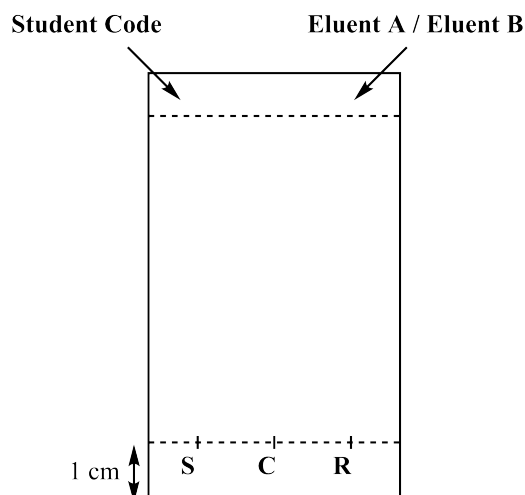

Figura 3. Preparação da placa de TLC
2. **Prepare as suas amostras.** Ser-lhe-á fornecido um porta-amostras, etiquetado com “TLC standard” (representado por S na placa, Figura 3), contendo 4-nitrobenzaldeído. Deve ter o seu produto inicial (porta amostras “C”) e o seu produto recristalizado (porta amostras “R”) **Adicione** 1 mL de etanol a cada um dos porta amostras e dissolva as amostras.
3. **Prepare a placa de TLC.** Use o lápis para **desenhar** com cuidado a linha do ponto de aplicação (1 cm acima do bordo da placa) e **marque** as posições para as três amostras, como mostra a figura 3. **Identifique-as como** S (reagente), C (Produto inicial) e R (Produto recristalizado). No topo esquerdo da placa **escreva** o seu **Código de Estudante**. No topo direito da placa, **indique** o eluente usado (primeiro deve usar o **Eluente A**, na outra placa deve usar o **Eluente B**). **Aplique** as três amostras na placa, usando os capilares.